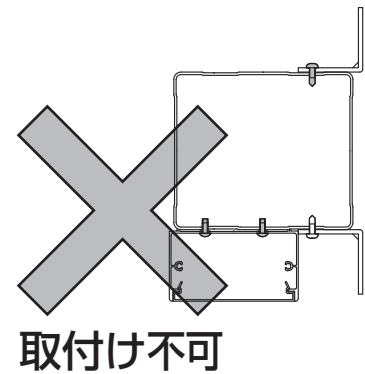

図 1-5 サイドパネル使用時 (3台用)
- サイドパネル仕様時 (3台用) 様の場合は、竖樋カバー端部が柱より内側に飛び出るため取付けできません。(図1-5参照)